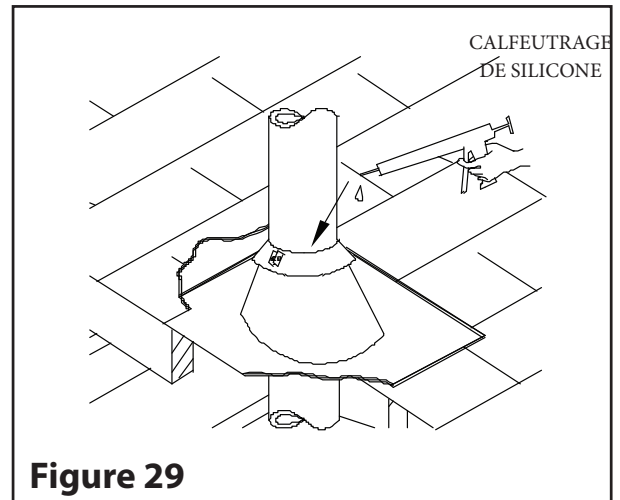

Figure 29
Étape 8 : Serrez-le avec le boulon fourni en vous assurant que le joint est convenablement calfeutré (voir **Figure 29**)